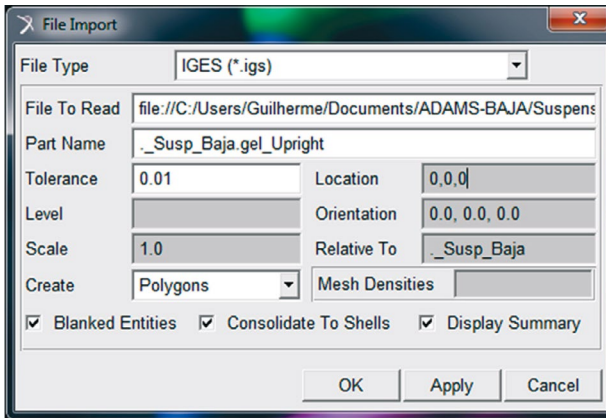

Figura 6.9 – Finalização da caixa de diálogo referente à importação de geometria CAD.
- No campo *Location*, insira as coordenadas 0,0,0 (Figura 6.9). Nesse caso, estamos informando que as coordenadas 0,0,0 da geometria CAD será posicionada nas coordenadas globais (0,0,0) do modelo multicorpos da suspensão.
- No campo *Relative To*, insira o nome do modelo multicorpos em questão. Nesse caso, denominado como *Susp_Baja* (Figura 6.9).